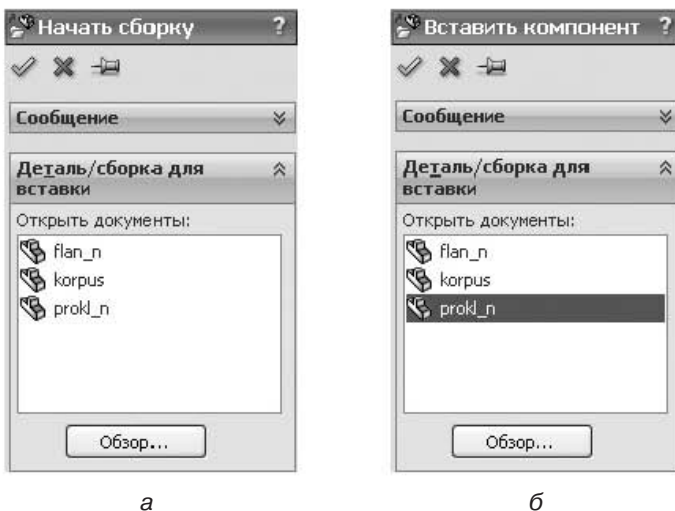

Рис. 6.2. Создание сборки и добавление компонентов в сборку
2. На панели **PropertyManager** (Менеджер свойств) в разделе **Деталь/сборка для вставки** нажмите на кнопку **Обзор** (рис. 6.2, *a*) (если файл детали не открыт). В списке файлов деталей сборки укажите документ «Корпус» (*korpus.sldprt*) и нажмите на кнопку **Открыть**. На экране появится фантом модели корпуса.
5. Добавьте в сборку вторую деталь — прокладку нижнюю, используя команду ленты меню Сборка ▶ Вставить компоненты  (рис. 6.2, б).